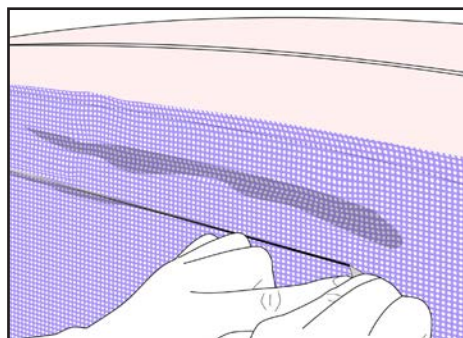

Figure 29
- › Procéder à une coupe arasée du film microperforé à ras du haut de la vitre. (FIG. 29)